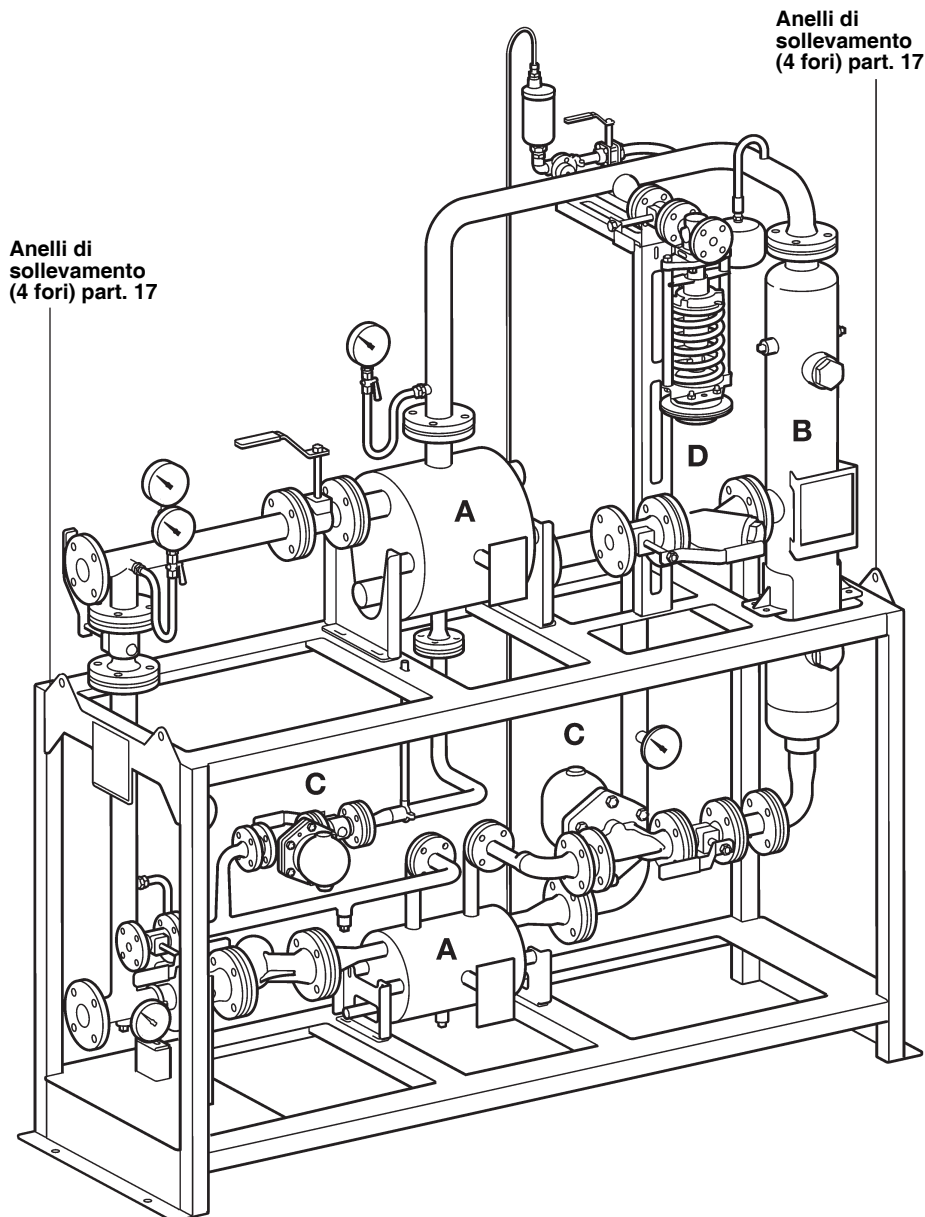

Fig. 1 - Composizione del sistema di recupero e gestione del calore da rievaporazione FREME
1.13 Sollevamento (Fig. 1)
L'unità Spirax FREME deve essere sollevata con un apparecchio di sollevamento idoneo e agendo solamente sulla base, oppure usando gli occhielli di sollevamento chiaramente evidenziati (rif. n°17, Fig. 1). Metodi impropri di sollevamento possono danneggiare l'unità. Deve quindi essere collocata nel sito di destinazione e fissata saldamente al suolo con dei bulloni.